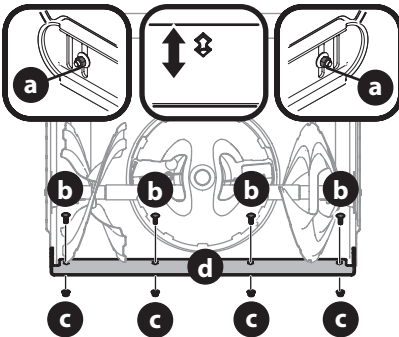

Figure 46
3. Desserrez les écrous (a) des patins arrière des deux côtés de la souffeuse et retirez les boulons de carrosserie (b) et les écrous hexagonaux (c) qui fixent la lame de raclage (d) au boîtier des tarières. Voir (Figure 46).
4. Placez la lame de raclage dans une des deux positions de montage. Remplacez les boulons de carrosserie, les écrous et la quincaillerie des patins retirés à l'étape 3 et serrez-les bien. Voir Figure 46.